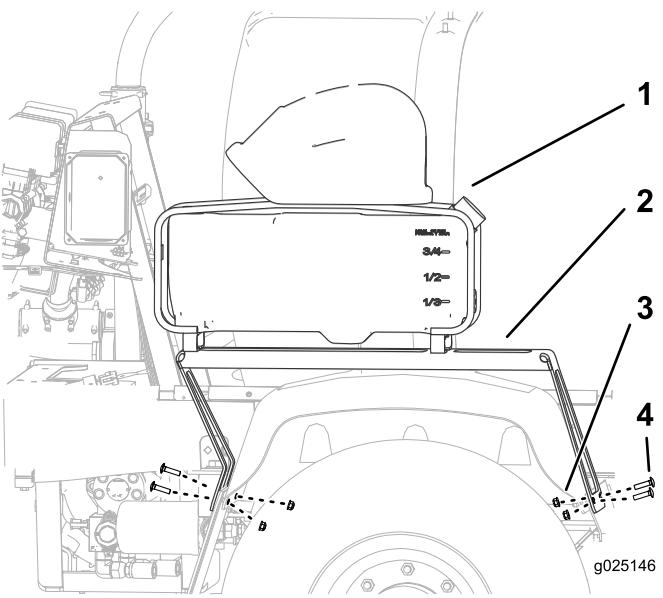

图6
3. 将支撑托架前腿上的孔与挡泥板托架和挡泥板上的孔对齐 (图6)。
4. 如 图6 所示, 用 2 个车身螺栓 (5/16 x 1-1/4 英寸) 和 2 个凸缘锁紧螺母 (5/16 英寸) 将支撑托架安装到挡泥板托架和挡泥板上。
5. 将支撑托架后腿上的孔与防溅罩、挡泥板托架和挡泥板上的孔对齐 (图6)。
6. 如 图6 所示, 用 2 个车身螺栓 (5/16 x 1-1/4 英寸) 和 2 个锁紧螺母 (5/16 英寸) 将支撑托架安装到防溅罩、挡泥板托架和挡泥板上。